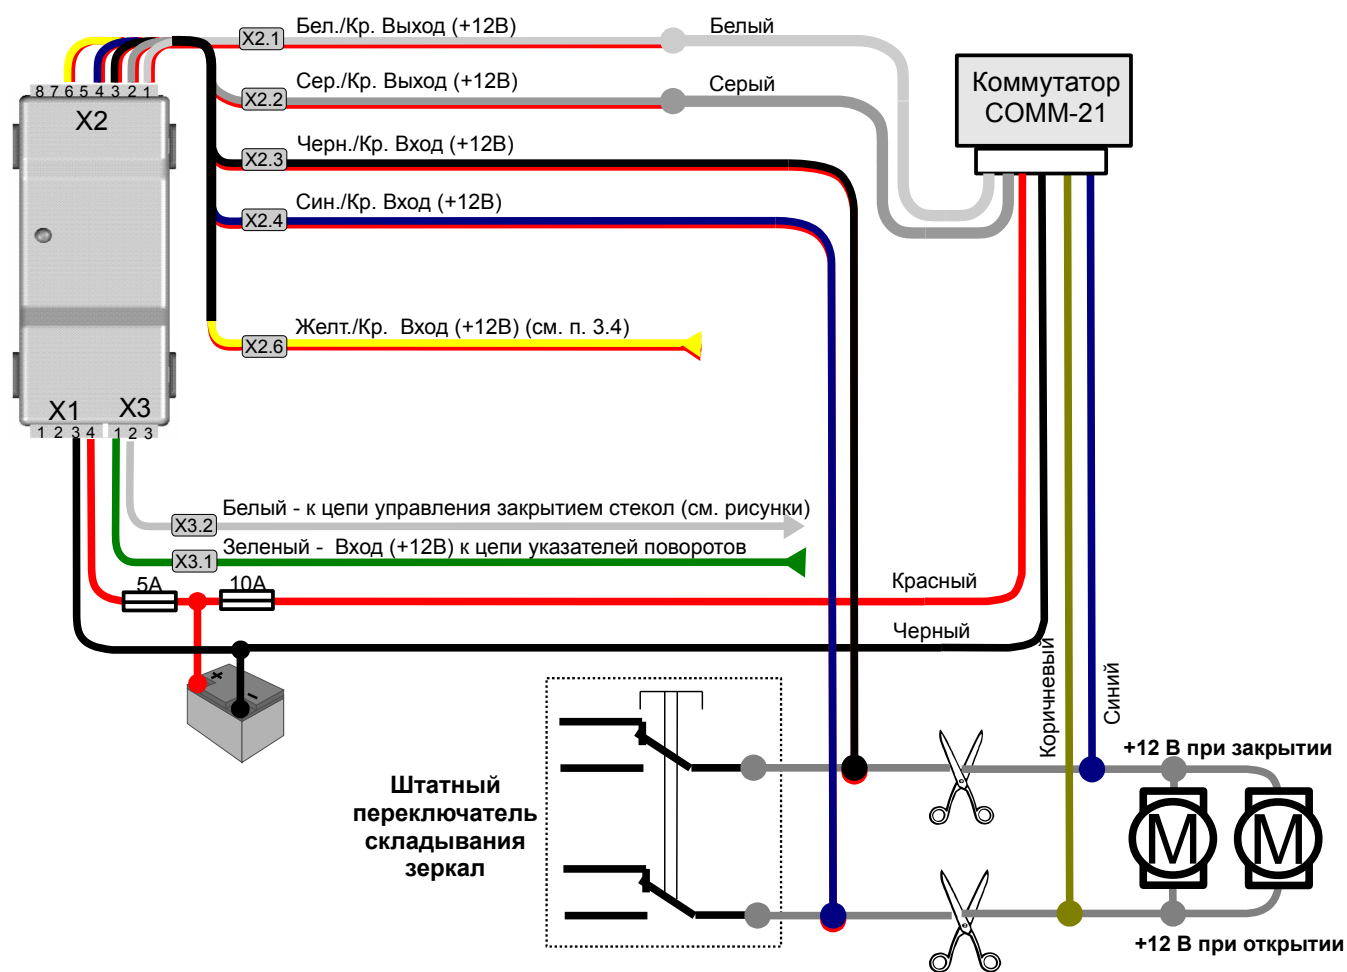

Рисунок 2. Монтажная схема №1 (установка в салоне автомобиля).
- 3.1. Подключить Черный и Красный провода (смотри таблицу 1) разъема X1 (смотри рисунок 2) к отрицательной и положительной клемме аккумулятора соответственно. Цепь питания адаптера должна быть защищена плавким предохранителем номиналом не более 5А.